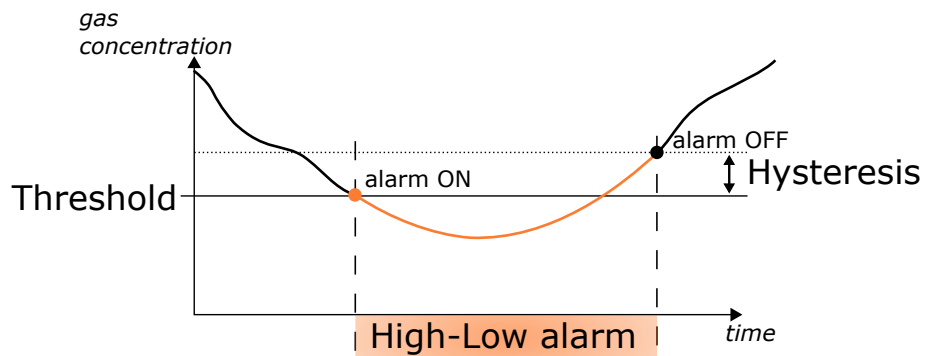

Abbildung 7.11: Hystereseverhalten bei Einstellung des Grenzwerttyps High-Low.
- **H/L**: Grenzwert schaltet ein bei Unterschreiten des Threshold, er wird ausgeschaltet bei Überschreiten von Threshold + Hysterese, siehe Abbildung 7.11.